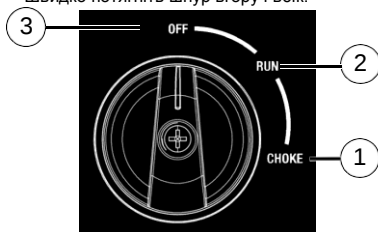

Рисунок 3-2. Положення Вимк./Увімк./Дросель
2. Див. **Рисунок 3-2**. Поверніть перемикач Вимк./Увімк./Дросель у положення ДРОСЕЛЬ (1).
5. Див. Рисунок 3-2. Коли двигун запуститься, поверніть перемикач Вимк./Увімк./Дросель у положення УВІМК. (2). Робота дроселя зменшується, коли диск «Вимк./Увімк./Дросель» обертається в напрямку «УВІМК.».
3. Див. Рисунок 3-2. Поверніть перемикач «Вимк./Увімк./Дросель» у положення «ВІМК.» (3).
1. Див. Рисунок 3-2. Перемкніть перемикач «Вимк./Увімк./Дросель» із положення Вимк. у положення Увімк. Це відкриє паливний клапан і дозволить запустити генератор.